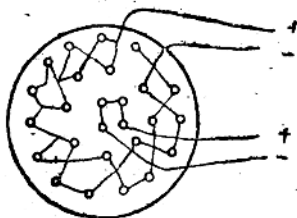

图 12
(1) 束状联线: 比串联优越, 联结得快, 而且当产生一个瞎炮时不象串联那样使很多炮不响(图12)。